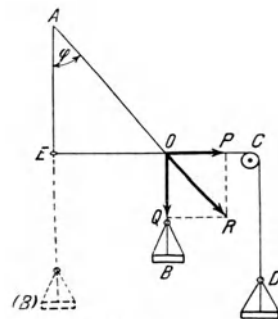
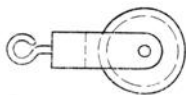

Fig. 35.
Fig. 36.
**Anleitung.** a) Zieh auf einem Bogen Papier etwas unter der Mitte eine Gerade  $EC$  (Fig. 35) und dazu am linken Rande mit großer Sorgfalt eine Senkrechte  $EA$ . Halte den Bogen auf das Wandbrett, schlage im Punkt  $A$  einen kleinen Nagel ein, hänge daran einen Faden  $AB$ , der eine kleine Schale trägt, und bringe deren Gewicht durch hineingelegtes Schrot auf  $F_1 = 20$  [gr\*]. Drehe das Papier so, daß der Faden  $AB$  genau über der Geraden  $EA$  steht und hefte dann den Bogen am Wandbrett fest. Benutze zur scharfen Einstellung einen kleinen Spiegelstreifen. Lege die Öse der Rollengabel (Fig. 36) zwischen zwei Korkscheiben, stecke einen Nagel hindurch und schlage ihn etwas unterhalb des Punkts  $C$  so in das Wandbrett, daß